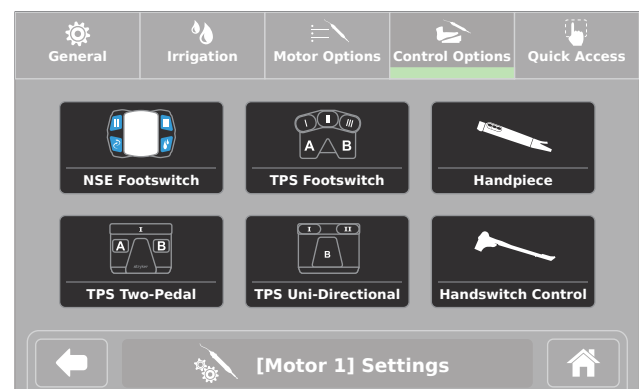

Figure 24 – Écran Options commande
3. Appuyer sur le bouton d'un dispositif de commande pour régler les options du dispositif en question (Figure 24).